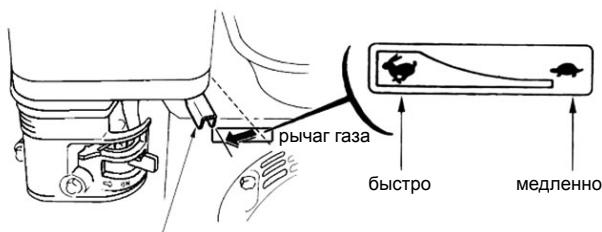

Рис.32
- Отодвните рычаг газа на 1/3 влево к положению быстро (Рис.32).